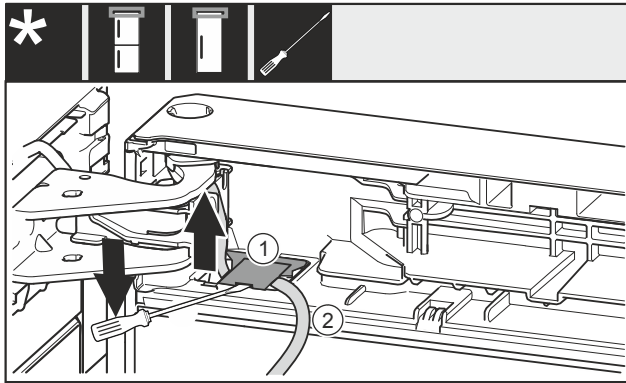

Fig. 20
- ▶ 使用带槽螺丝刀抬起盖板 Fig. 20 (1)，并将其拉出。
- ▶ 拉出电缆 Fig. 20 (2)。